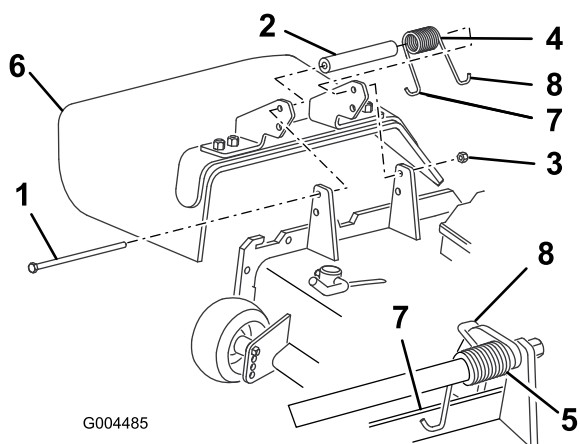

Bild 80
2. Entfernen Sie die Sicherungsmutter, Schraube, Feder und das Distanzstück, mit denen das Ablenkblech an den Drehhalterungen befestigt ist (Bild 80). Entfernen Sie defekte oder abgenutzte Ablenkbleche.
- Legen Sie das Distanzstück und die Feder zwischen die Halterungen des Ersatzablenkbleches (Bild 80). Setzen Sie das linke J-Hakenende der Feder hinter die Kante des Mähwerks.
Hinweis: Stellen Sie sicher, dass sich das linke J-Hakenende der Feder hinter der Mähwerkkannte befindet, bevor Sie die Schraube einführen, siehe Bild 80.
- Setzen Sie die Schraube und Mutter ein. Führen Sie das rechte J-Hakenende der Feder um das Ablenkblech (Bild 80).